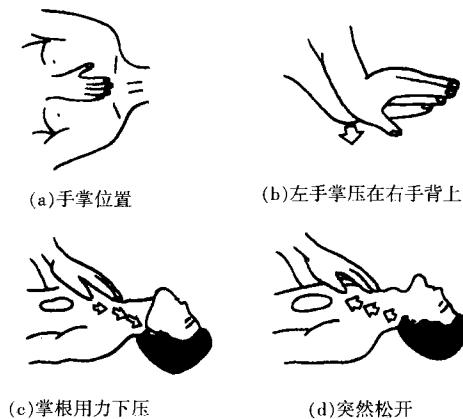

图 1.5 人工胸外挤压法
(2) 人工胸外心脏挤压法。操作方法如图 1.5 所示, 具体步骤如下: